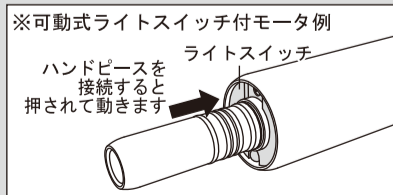
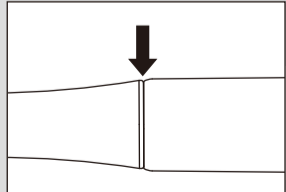

図2
図3
- ・本製品を可動式ライトスイッチ付モータ（図2参照）に接続すると、ごくまれに本製品がライトスイッチ部にかじり付き取り外せなくなることがあります。このようなモータに接続する際は、本製品の端面とモータの端面が合わさるところ（図3矢印）から必要以上に押し込まないでください。もし取り外せなくなった場合は販売店まで連絡してください。なお、このような症状は弊社の保証の対象外となりますので注意してください。